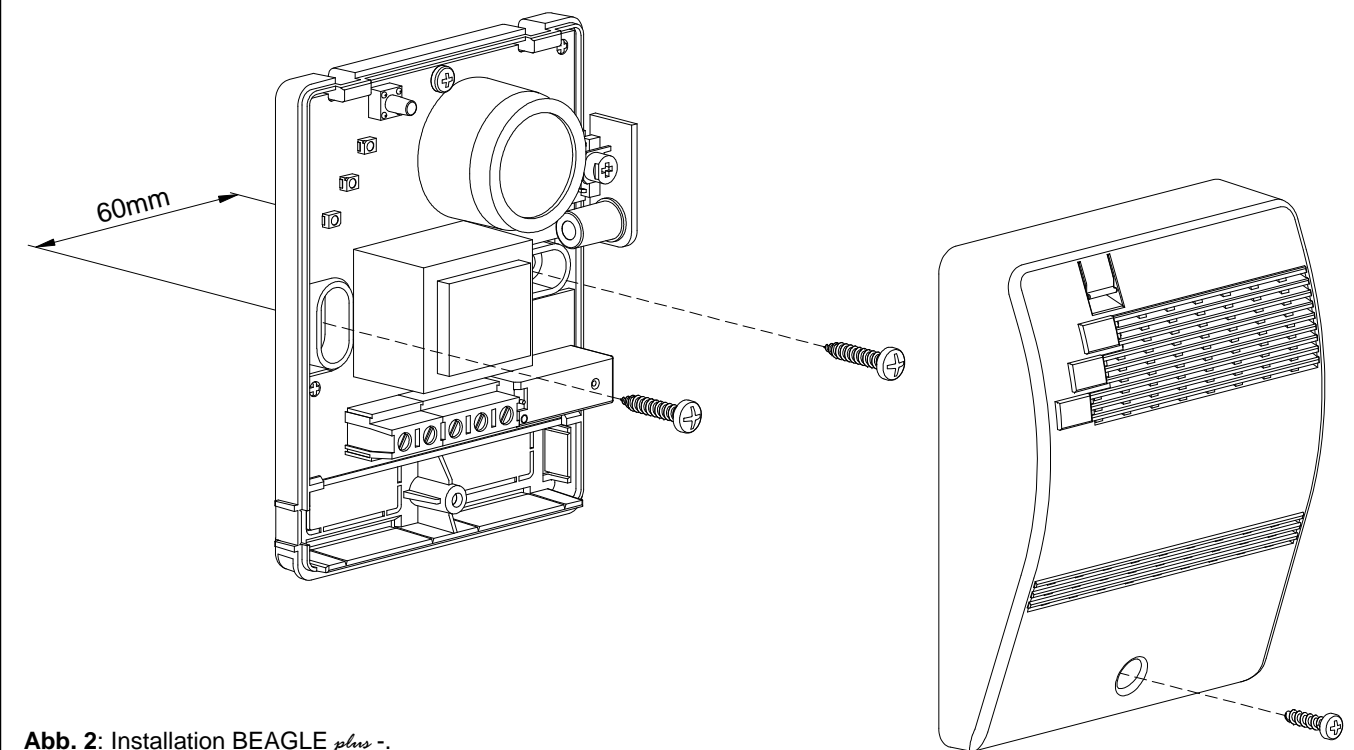
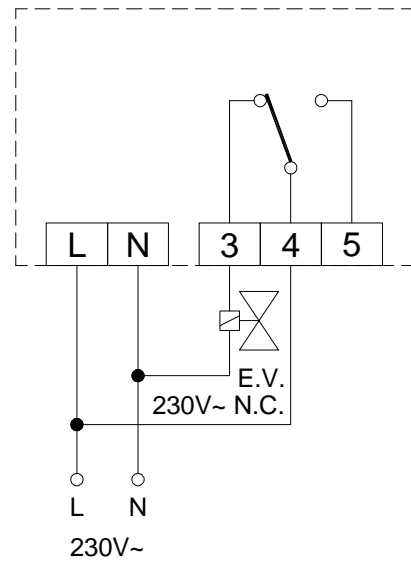

Abb. 2: Installation BEAGLE plus -.
Abb. 3: Verdrahtungsschema, 1 Beagle *plus* und manuellem Reset; Magnetventil 230VAC stromlos geschlossen (N.C.)
3. Entfernen Sie den Gehäusedeckel, siehe Abb. 2.
durchgeführt wurde. Zur Montage und zum Herstellen der elektrischen Verbindung öffnen sie den Gehäusedeckel (siehe Abb. 2). Stellen Sie die elektrische Verbindung analog den Verdrahtungsschemata her siehe Abb. 3, 4, 5 oder 6. Bitte beachten Sie, dass der richtige Montageort in Abhängigkeit des zu detektierenden Gases gewählt werden muss!